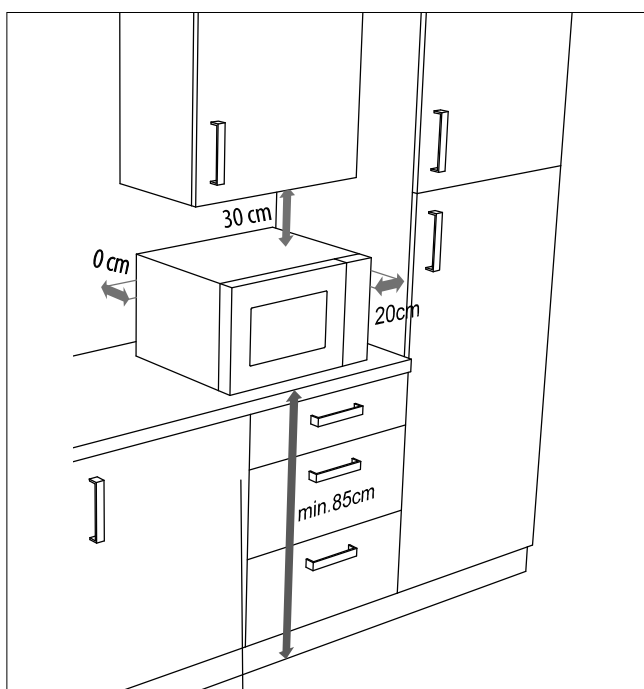

Abb. 4 – Geräteabstand
- ▶ Für eine ausreichende Belüftung müssen die dargestellten Abstände eingehalten werden (**siehe Abb. 4**). Der Abstandhalter an der Geräterückseite muss die Wand berühren. Er gewährleistet den korrekten Abstand beim Aufstellen der Mikrowelle.